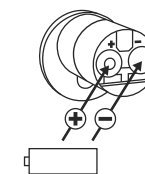

Fig. 3
- ③ Inserire due batterie nuove. Assicurarsi che la polarità sia corretta come da disegno (Fig. 3).